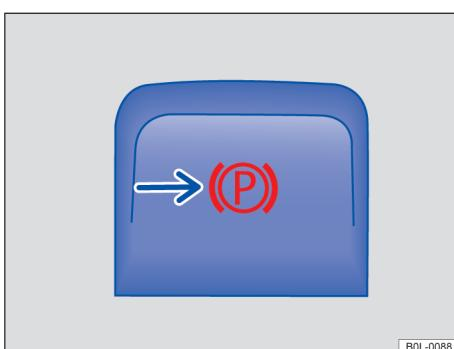

图 99 中控台上：电子驻车制动器按钮
- 打开电子驻车制动器 → 第 103 页。如按钮中的指示灯 → 图 99 点亮红色，组合仪表显示屏中的指示灯  点亮红色，则表示电子驻车制动器已打开。
- 车辆静止时, 上拉按钮 (P) 并保持。
- 如按钮中的指示灯 → 图 99 和组合仪表显示屏中的红色指示灯 (P) 均点亮, 则表示电子驻车制动器已打开。
- 按压 (P) 按钮, 同时稍用力踏制动踏板; 或发动机运转时稍踩油门踏板。
- 按钮 → 图 99 中的指示灯以及组合仪表显示屏中的指示灯 (P) 均熄灭。